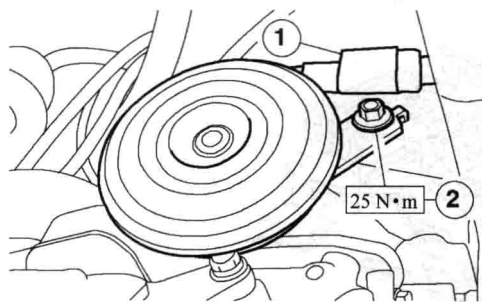
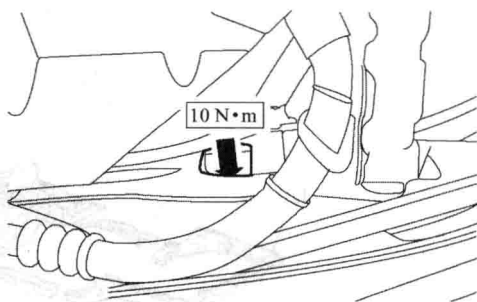

图 1-9 拆下喇叭步骤
图 1-10 拆下前保险杠右侧固定螺栓
(2) 拆下前轮。
(3) 拆卸扬声器（喇叭），如图 1-9 所示。
- ① 取下扬声器（喇叭）插头。
- ② 拆下固定螺栓。
(4) 拆下空气滤清器。
(5) 拆下前保险杠右侧固定螺栓, 如图 1-10 所示。